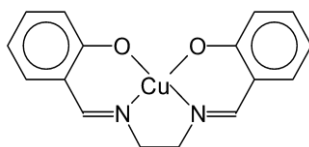

Figura 1. Estructura de [Cu(salen)], *N,N'*-etilenbis(salicildeniminato)cobre(II).
5.- Reproduce los puntos 3 y 4 para las series 2 y 3, pero en lugar de CuCl_2 , ahora utiliza $\text{Cu}(\text{AcO})_2$ y $[\text{Cu}(\text{salen})]$ (ver figura 1), respectivamente. En la última columna suma los valores de la fila.